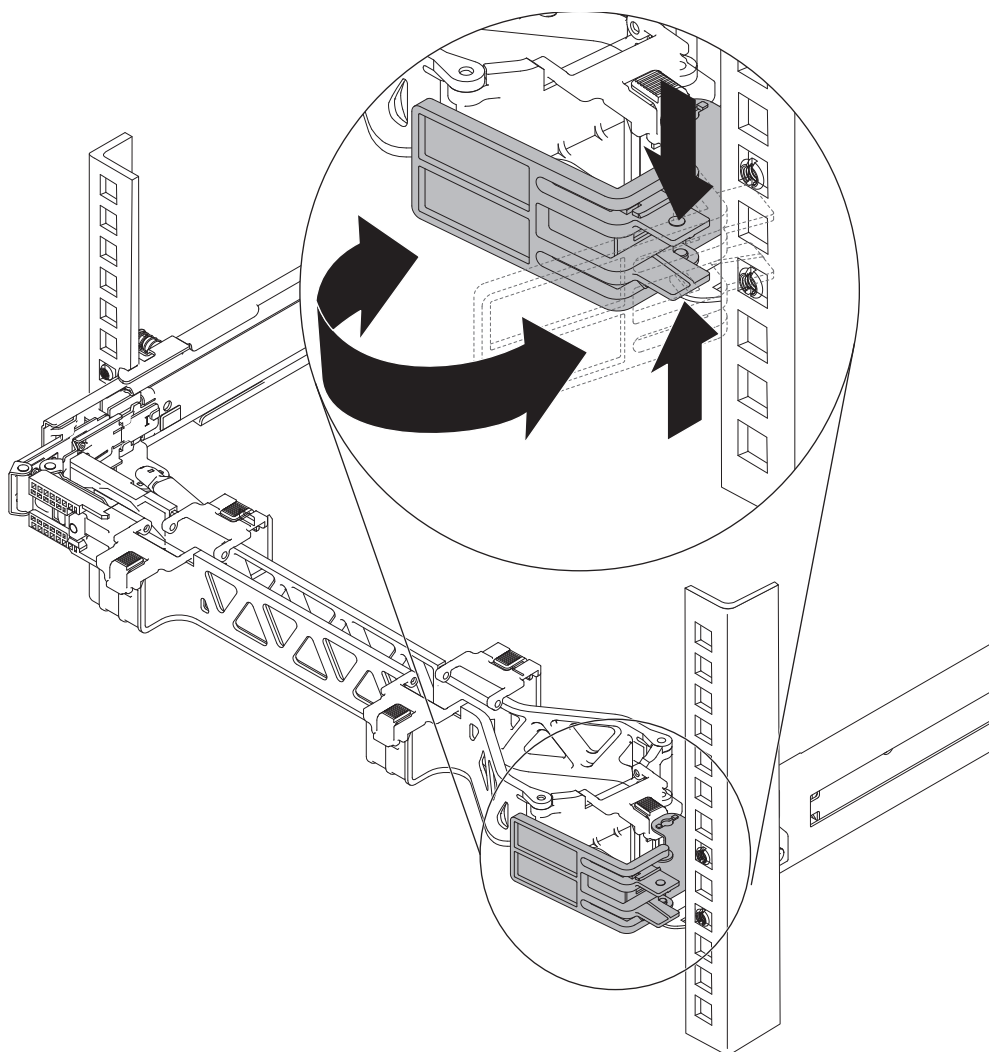

Figura 24. Fechando a trava do suporte para organização de cabos
5. Feche a trava do suporte para organização de cabos, conforme mostrado na Figura 24 na página 30.